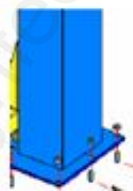

Fig. 4
2. Quand les trous sont forés, enlevez soigneusement les débris et la poussière, et assurez-vous que les colonnes restent bien sur les cercles préalablement dessinés à la craie (**fig. 4, 5, 6**).